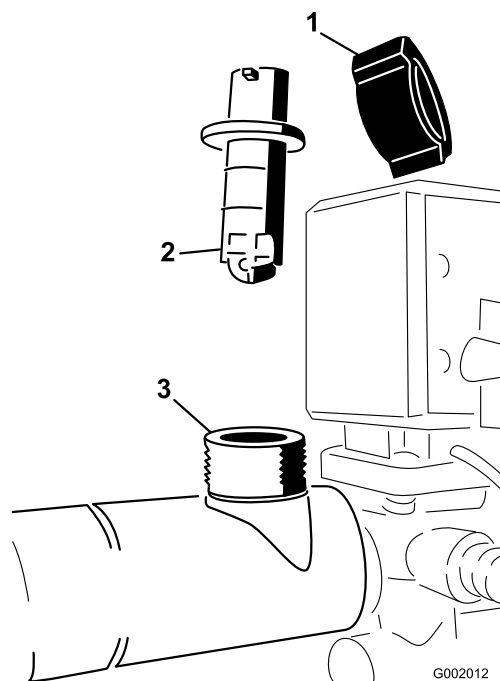

Figura 74
- Retirar a cobertura de suporte do corpo do fluxímetro (Figura 74).